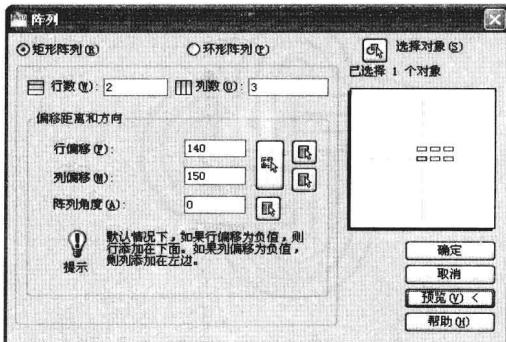

图 4-4-12
(4) 在对话框中，输入“行偏移”值为“140”，“列偏移”值为“150”，即阵列对象间垂直间距和水平间距。在对话框的预览窗口中，可以看到阵列的效果，如图 4-4-12 所示。